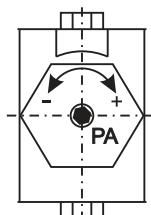

Рисунок 2.
- Регулировочным винтом "PA" на торце доводчика (рисунок 2), используя таблицу 1, отрегулируйте мощность пружины.